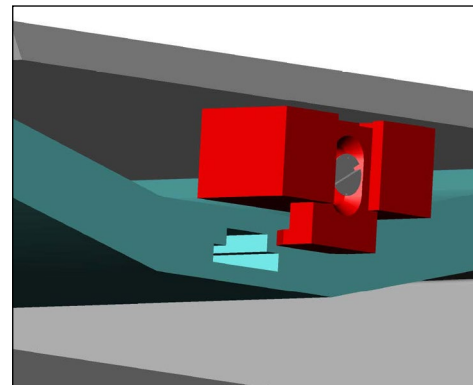

图 23
2. 通过松开塑料 $\frac{3}{8}$ -12 x 1.25" 平头螺钉调整锁梢高度, 因此锁梢进入 CT 接合槽 (图 23)。